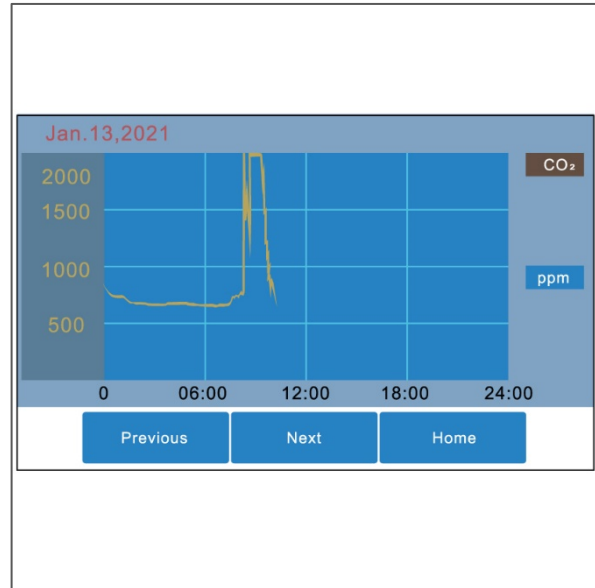

Figura 15
2. Viene aperta la panoramica CO₂ (Figura 15).